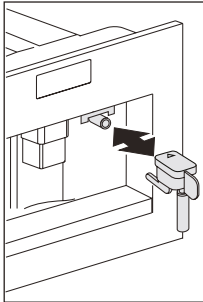

Abb. 13
- ▶ Für die erneute Verwendung des Geräts setzen Sie den Heißwasserauslauf ein (Abb. 13), sofern er sich noch nicht in Position befindet und drücken das ☒ Symbol (B9). Im Display erscheint: HEISSWASSER OK DRÜCKEN. Drücken Sie das ☒ Symbol (B9) innerhalb ein paar Sekunden und lassen Sie etwa 30 Sekunden lang Wasser aus dem Auslauf laufen. Wenn die Ausgabe stoppt, werden die Grundmodi wieder angezeigt.